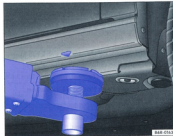
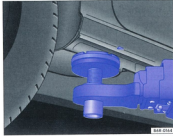

Fig. 142 Levage avec le pont élévateur : points de prise avant.
Fig. 143 Levage avec le pont élévateur : points de prise arrière.
Le véhicule ne doit être soulevé avec un pont élévateur qu'aux points de prise indiqués sur les figures → fig. 142 et → fig. 143. Si le véhicule n'est pas soulevé aux points de prise indiqués sur les figures, il peut s'ensuivre des dommages sur le véhicule → ① ainsi que de graves blessures corporelles → ▲.
- Ne levez le véhicule que par les points représentés sur les figures → fig. 142 et → fig. 143. Si le véhicule n'est pas soulevé sur les points indiqués, il peut tomber du pont élévateur, par ex. lors de la dépose du moteur ou de la boîte de vitesses.
① Avis